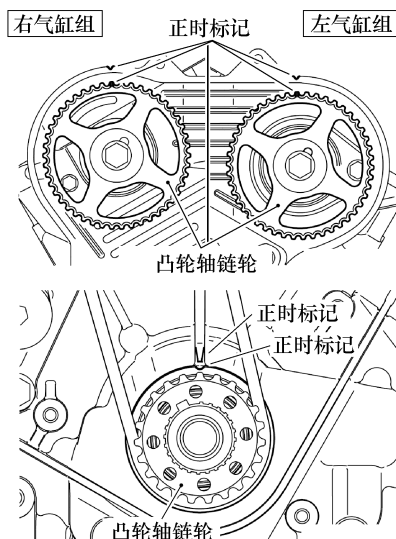
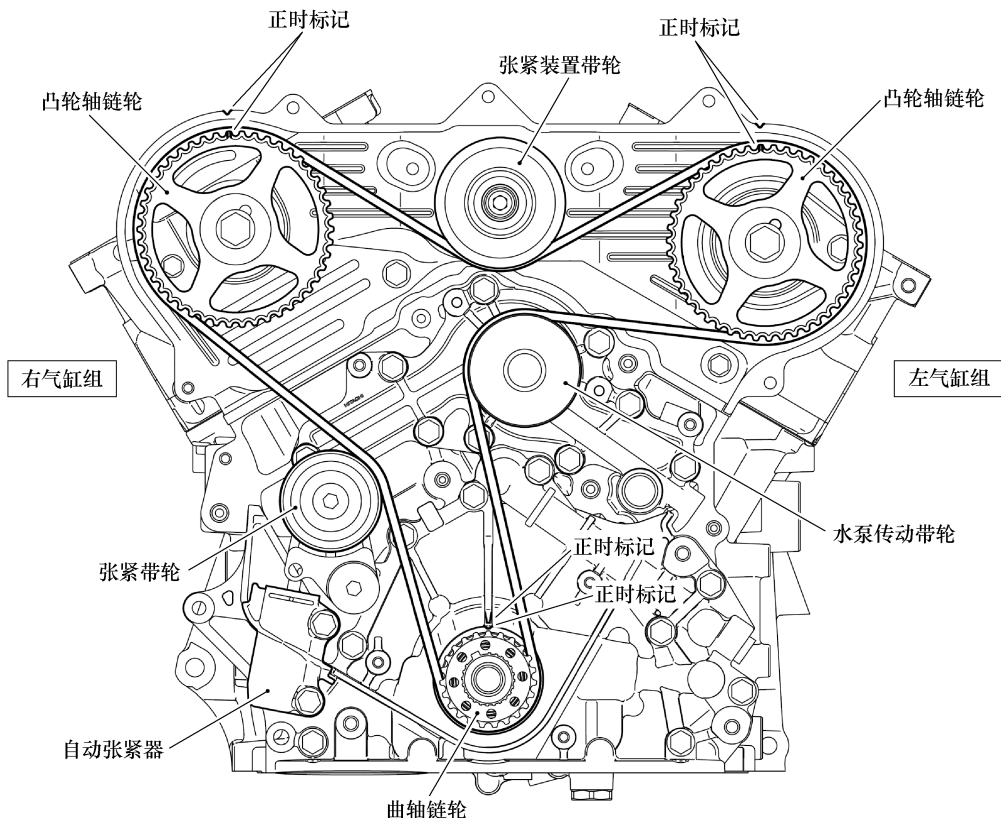

图 4-18 设置 1 号气缸位于 TDC 位置
图 4-19 安装正时带并检查正时标记
① 检查曲轴链轮和凸轮轴链轮的标记是否与压缩行程的上止点处的 No. 1 标记对齐, 如图 4-18 所示。如果没对齐, 那么再次对齐标记, 注意气门和活塞是否干涉。
② 按以下顺序安装每个链轮上的正时带。
③ 查看链轮的所有正时标记是否对齐, 如图 4-19 所示。